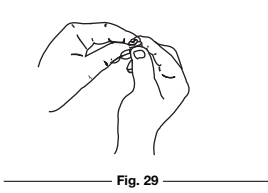

Fig. 29
6. Vuelva a colocar el filtro (Fig. 29).